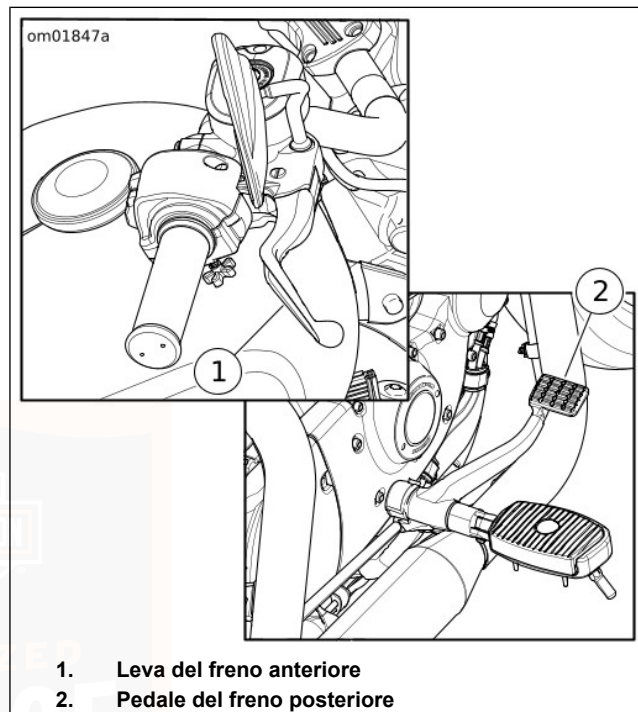

Figura 18. Comandi dei freni
Vedere Figura 18. La leva a mano del freno anteriore (1) comanda il freno della ruota anteriore e si trova sul semimanubrio destro. Azionare la leva con le dita della mano destra.
Vedere Figura 18. Il pedale del freno posteriore (2) aziona il freno della ruota posteriore e si trova sul lato destro. Azionare il pedale del freno posteriore con il piede destro.